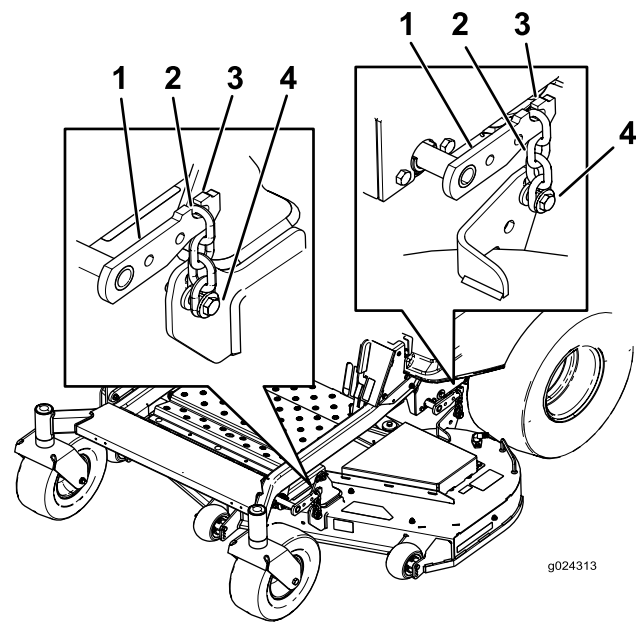

Bild 76
3. Entfernen Sie die Ketten von den Haken an den Mähwerkhubarmen (Bild 76).
6. Heben Sie das Heck des Mähwerks an und befestigen Sie die Ketten an den Mähwerkhubarmen (Bild 76).
7. Befestigen Sie die vorderen Ketten an den vorderen Hubarmen (Bild 76).